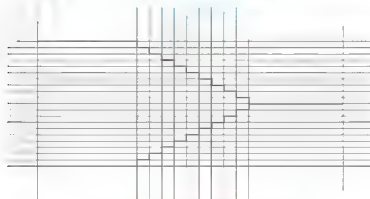

图 4.104 描出平台板和楼梯段
(1) 将**【楼梯】**图层设置为当前层,用**【直线】**命令描出平台板和楼梯段,结果如图4.104所示。